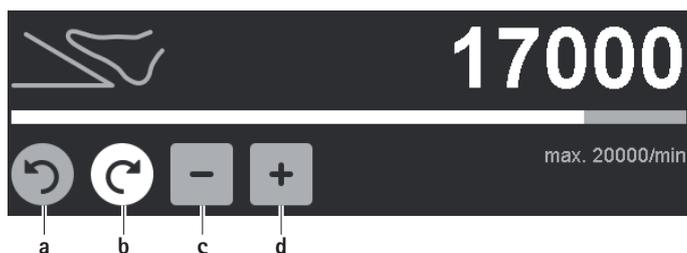

Fig. 6 Ändra den övre varvtalsgränsen/rotationsriktningen
- ▶ Ändra rotationsriktning: Aktivera den inaktiva, grå rotationsriktning-knappen för högerrotation/vänsterrotation **a/b**, se Fig. 6. Rotationsriktningen ändras från högerrotation till vänsterrotation och tvärtom.